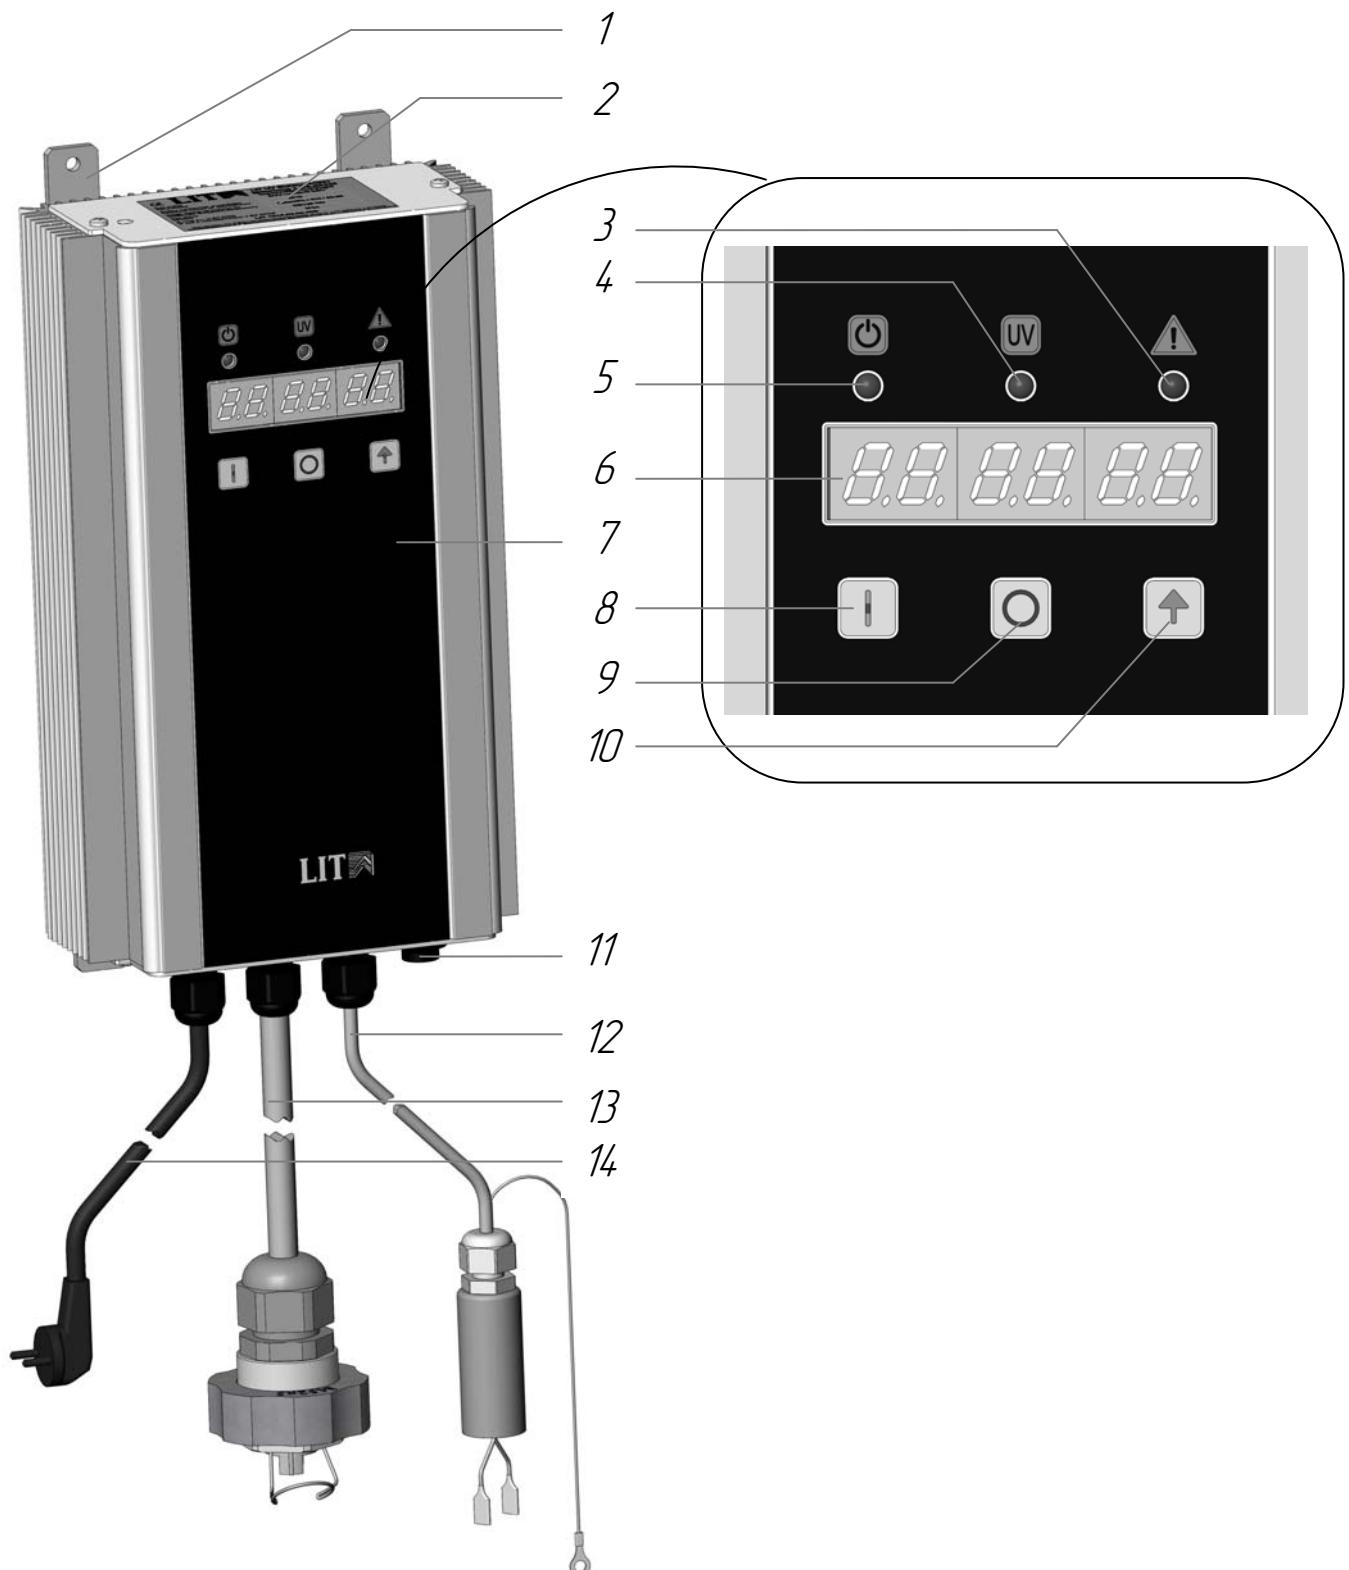

Рисунок 2. Пульт управления
- ПУЛЬТ УПРАВЛЕНИЯ (см. Рисунок 2) предназначен для управления установкой и контроля за её работой, а также для размещения электронного пускорегулирующего аппарата (ЭПРА).
Пульт управления обеспечивает выключение УФ лампы при обнаружении аварийных состояний с отображением на дисплее 6 (см.Рисунок 2) кода ошибки. В таблице 4 представлены сообщения об ошибках, вероятные причины и методы их устранения. Ошибки с кодами «E» и «F» сбрасываются только отключением питания пульта управления. При других ошибках пульт управления можно выключить нажатием кнопки «» или повторно перезапустить нажатием кнопки «».
Пульт управления имеет возможность дистанционной блокировки работы лампы с отображением на дисплее (поз. 6 см. Рисунок 2) сообщения « OFF di ». Допускается использование контакта реле или электронного ключа с падением напряжения не более 2В при токе 5mA. Если во время работы произойдет размыкание цепи дистанционного выключения, лампа выключится, световой индикатор «работа» (см. Рисунок 2) погаснет, а на дисплее 6 (см. Рисунок 2) отобразится надпись « OFF di ». При замыкании цепи пульта управления, если до этого он был включен вручную, автоматически перейдет в режим предварительного прогрева и далее работы лампы.
Пульт управления имеет встроенный счетчик времени наработки лампы в часах. При наработке более 12000 часов дисплей 6 (см. Рисунок 2) мигает, сигнализируя о необходимости замены лампы. Точность подсчета времени ±3%. После замены УФ лампы на новую счетчик наработки нужно обнулить.